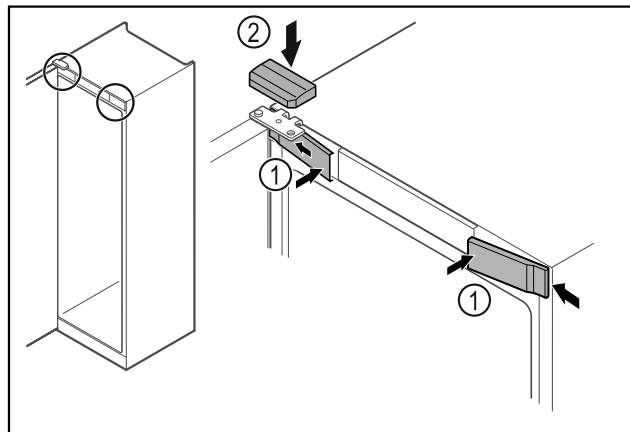

Fig. 63
- Agganciare le coperture anteriori Fig. 63 (1) di lato e innestarle.
- Innestare la copertura superiore Fig. 63 (2) dall'alto.